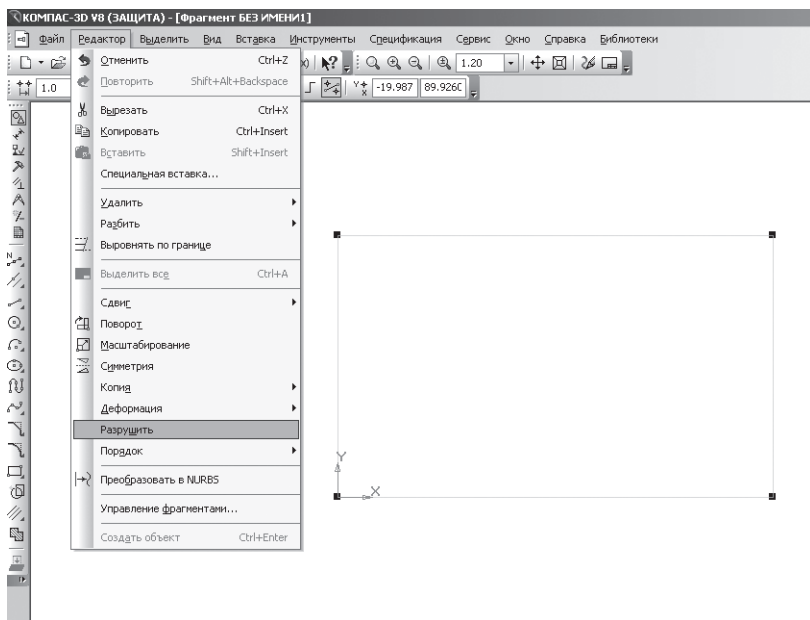

Рис. 66
- на строке **Меню** вызовите команду **Редактор – Разрушить** (рис. 66);